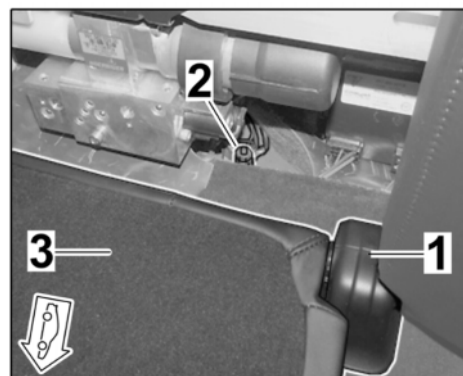

Bild 17
3.7.3 Kabelringöse an Massepunkt 15 $\Rightarrow$ Bild 17 -2- festschrauben.